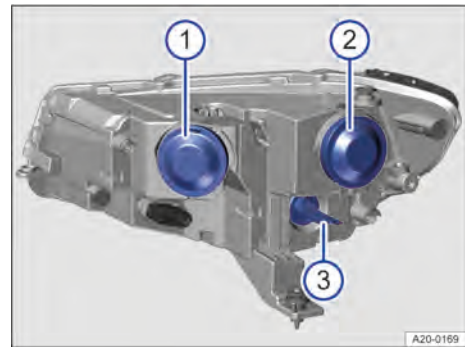

Fig. 172 Dans le compartiment-moteur : caches à l'arrière du projecteur droit
1. Retirez le cache en caoutchouc au dos du projecteur → fig. 172 ①.
5. Placez le cache en caoutchouc au dos du projecteur → fig. 172 ①.
1. Retirez le cache en caoutchouc au dos du projecteur → fig. 172 ②.
5. Placez le cache en caoutchouc au dos du projecteur → fig. 172 ②.